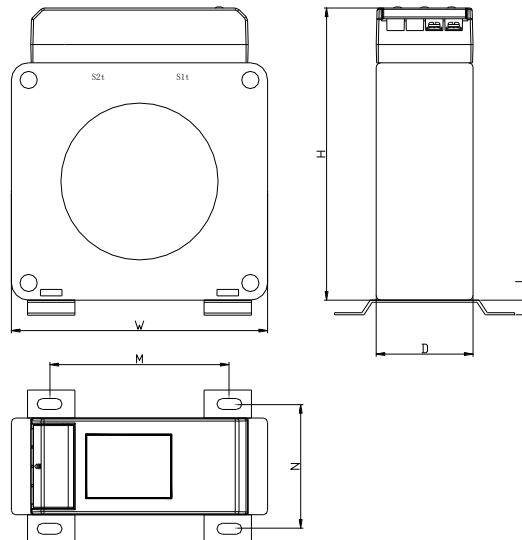
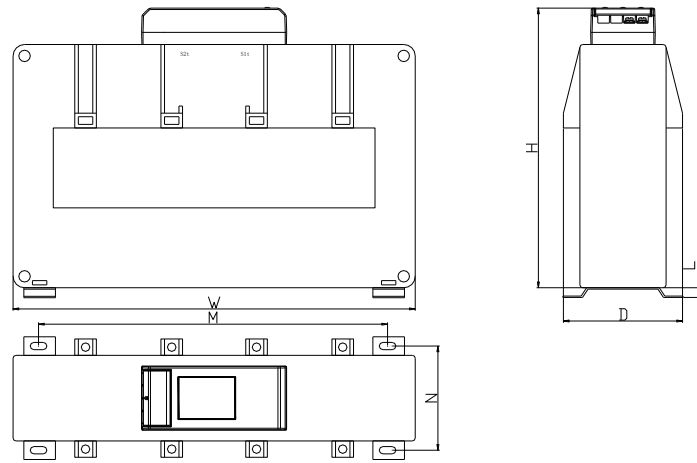
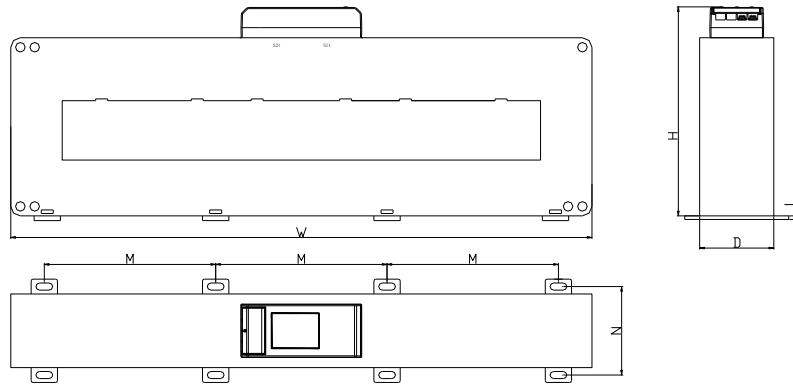
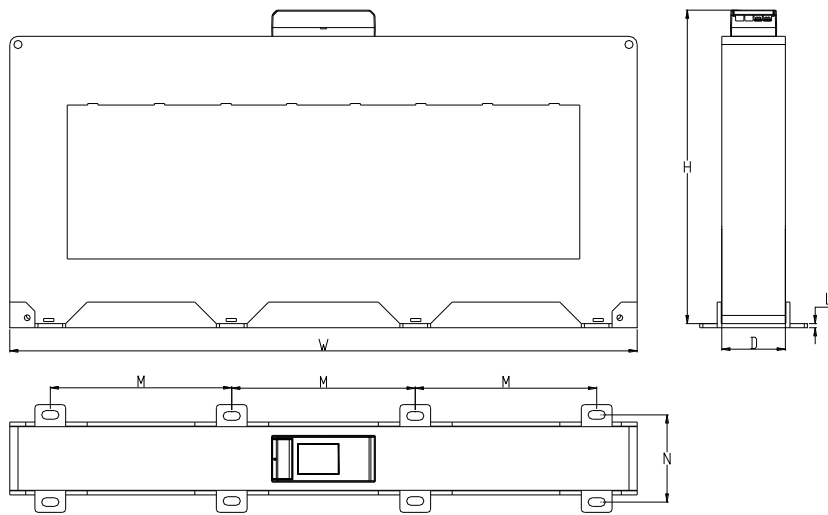

图 2.63 闭口圆孔型传感器外形示意图
图 2.64 闭口方孔型传感器外形示意图
图 2.65 闭口方孔型（GSTZCT-40F）传感器外形示意图
图 2.66 闭口方孔型（GSTZCT-50F）传感器外形示意图
10.3.2 闭口圆孔型传感器外形示意图如图 2.63 所示，闭口方孔型传感器外形示意图如图 2.64、图 2.65 和图 2.66 所示，所示参数见表 2.17